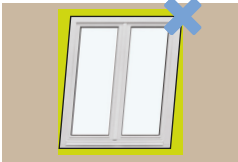

Fig. 13
- Brug vaterpas for at kontrollere, om vinduet/døren er vandret og lodret og ikke bøjet ind eller ud (se fig. 13). Sørg for, at diagonalerne på karmen er lige. I tilfælde hvis en del af konstruktion er bøjet, skal justering genstartes på nyt.